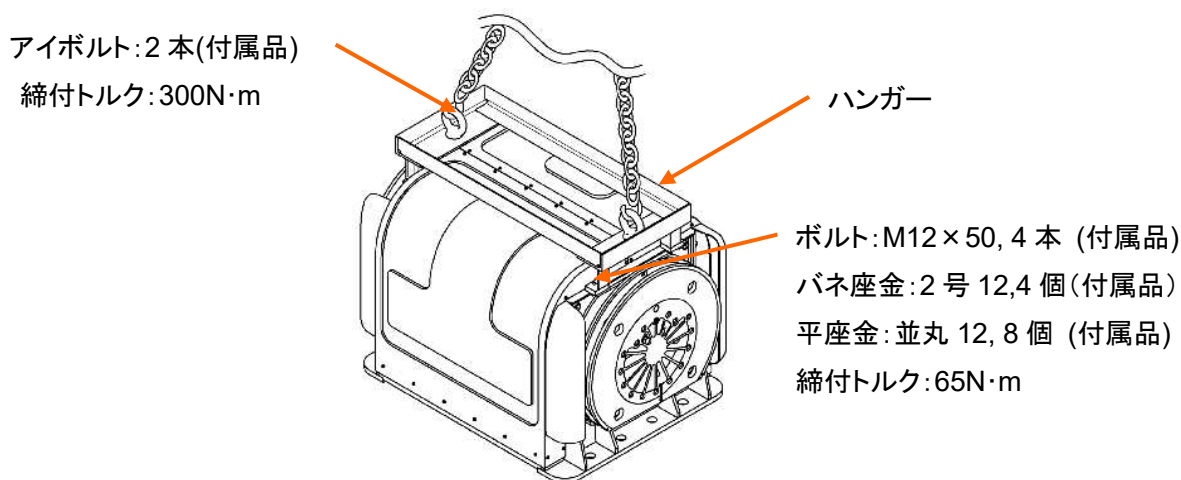

図 4-3 ARG 本体の吊り方
- ④ **ARG** 本体の設置は、**ARG** 本体に付属のハンガーにて吊り上げを行い、取付場所の上に設置して下さい。
**ARG** は図 4-3 のように吊り上げて下さい。